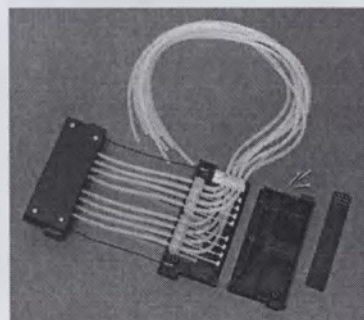

Рисунок 5-39. Калибровочные винты завинчены
11. Вставьте проволоку, ограничивающую натяжение, в предназначенные для нее пазы в верхней части кассеты для диспенсирования (рисунок 5-39).